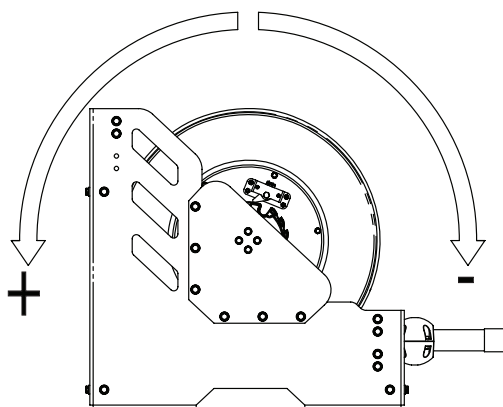

Fig. 6
3. Uma vez a mangueira completamente acomodada na roda (as molas ainda continuam sem nenhuma tensão). Aplicar a pré-tensão as molas girando a roda na quantidade de voltas, indicado na tabela abaixo, em sentido positivo (Fig. 6). Não aplicar mais tensão do que a indicada neste manual. O não cumprimento desta diretriz poderá causar acidentes.
6. Aplicar a pré-tensão nas molas, girando a roda, com numero de voltas indicadas neste manual (7 voltas), girando em sentido positivo segundo mostra a (Fig. 6). Não aplicar mais voltas do que a indicada neste paragrafo.